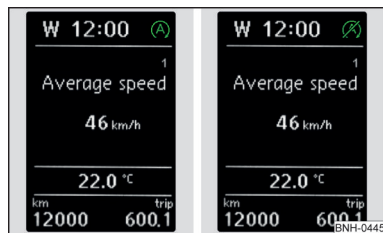

Fig. 108
Dacă după oprirea autovehiculului pe afișajul segment apare mesajul **START STOP NOT POSSIBLE** (start-stop imposibil) resp. pe afișajul MAXI DOT apare simbolul de control  » fig. 108, nu sunt îndeplinite condițiile pentru oprirea automată a motorului.
Are loc oprirea automată a motorului, pe afișajul segment apare mesajul **START STOP ACTIVE** (start-stop activ) resp. pe afișajul MAXI DOT apare simbolul de control  » fig. 108 la pagina 120.
Are loc oprirea automată a motorului, pe afișajul segment apare mesajul **START STOP ACTIVE** (start-stop activ) resp. pe afișajul MAXI DOT apare simbolul de control (A) » fig. 108 la pagina 120.